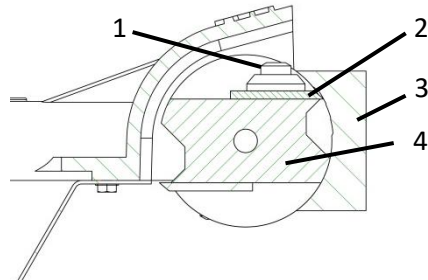

Fig. 9 Regolazione del coltello
- > Allentare la vite del coltello (**1** - Fig.9).
- > Far scorrere il coltello (**2** - Fig.9) fino in fondo.
- > Posizionare il calibro del coltello (**3** - Fig.9) sul rullo (**4** - Fig.9) in modo che poggi sulle due superfici di appoggio del rullo in alto e in basso.